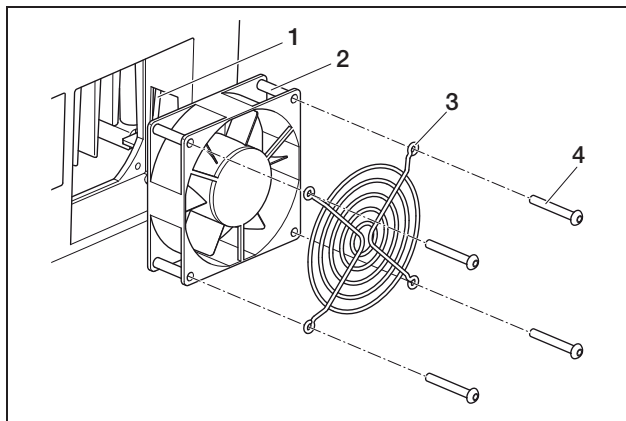

Figura 82: Smontaggio della ventola (convert 3T/3.5T/4T/5T)
- convert 3T/3.5T/4T/5T: Allentare le viti (4 nella figura 82) ed estrarre con cautela la griglia e la ventola.